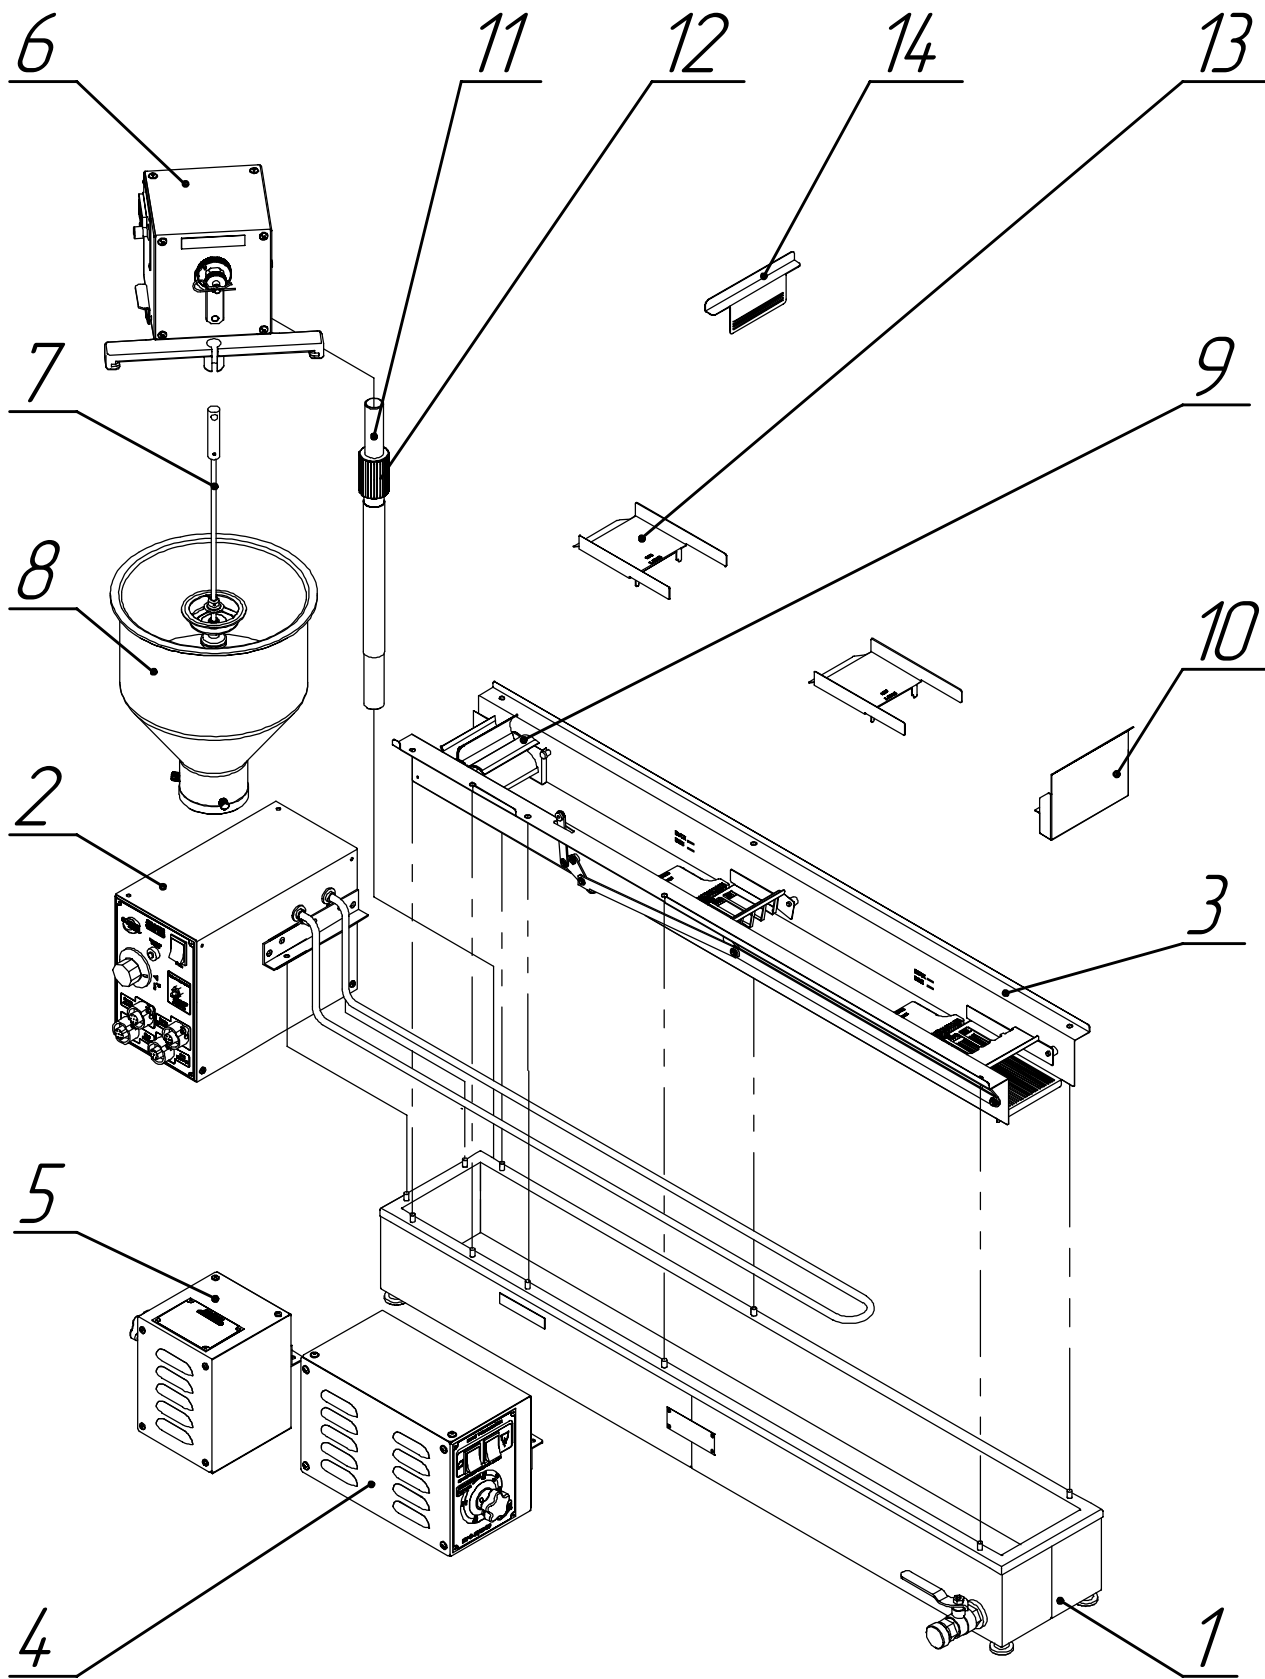

Рис. 1
Автомат пончиковый ПРФ-11/1200 состоит из следующих частей (рис.1):
Автоматическое формирование пончиковых заготовок осуществляет дозатор, состоящий из бункера для теста (8) (рис.1), электромеханического привода (6) и поршня (7), который выдавливает из бункера тестовую заготовку в форме минипончика в жарочный бак (1). Массу минипончика можно регулировать механизмом регулировки массы, который находится на выходном валу привода дозатора.